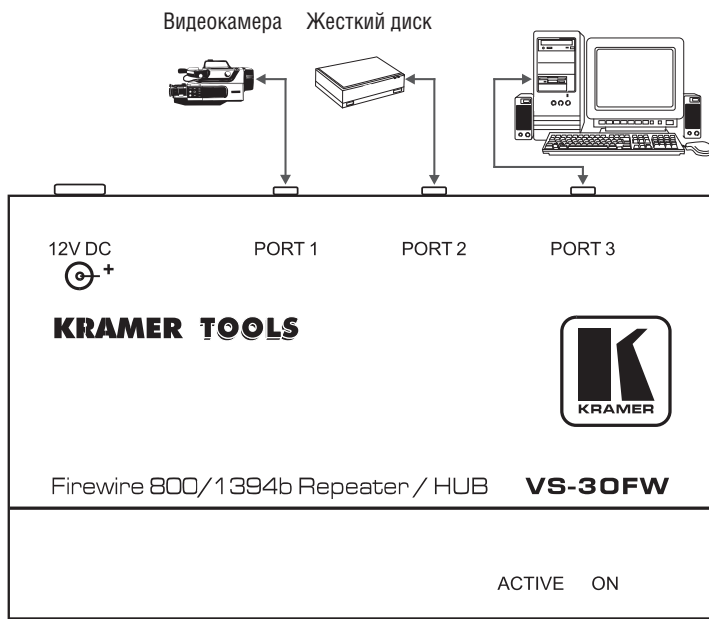

Рис. 2. Подключение VS-30FW
Пример подключения устройств к **VS-30FW** показан на рис. 2. Для подключения выполнить следующее:
2. Подключите выход источника питания (см. раздел 5.1) к разъему питания 12 V DC, а источник питания вставьте в розетку электросети (не показано на рис. 2) Засветится красный светодиод ON.